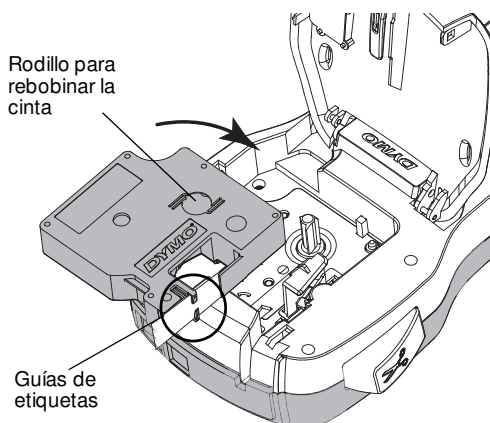

Figura 5
- 2 Asegúrese de que las cintas estén bien tensas a lo largo de la entrada del cartucho y de que la cinta pase entre las guías de etiquetas. Consulte la Figura 5. Si es necesario, rebobine la cinta en el sentido de las agujas del reloj para tensarla.